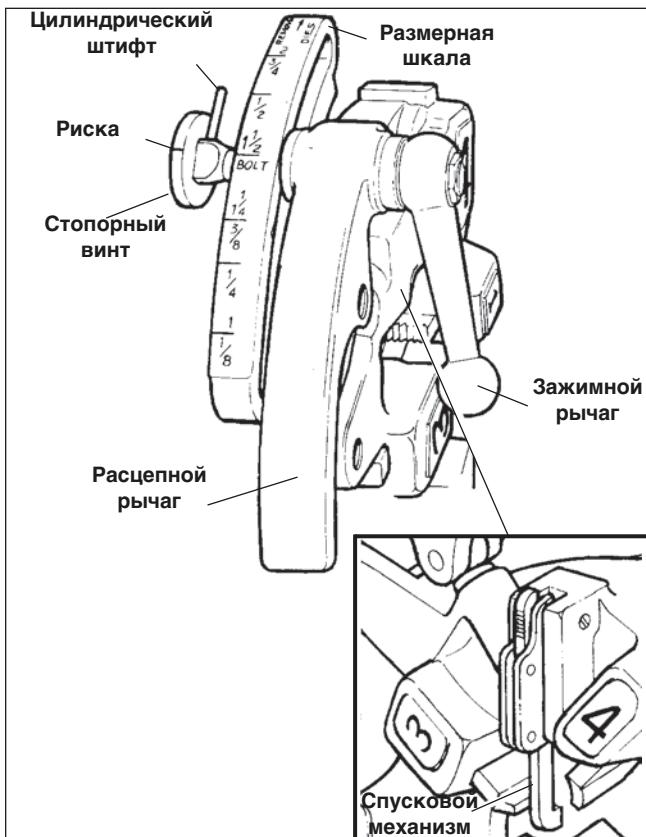

Рисунок 9 – Самооткрывающаяся головка № 711 и 911
- Самооткрывающаяся резьбонарезная головка (рисунок 9) – Когда конец головки прикасается к курку, расцепляющий рычаг открывается автоматически на конических резьбах.
Для резьбонарезных головок № 711 и 911 (рисунок 9) для правых резьб требуется три набора гребенок для нарезания резьбы на трубы в диапазоне 1/4 – 2 . Для каждого из следующих диапазонов размеров труб требуется один набор гребенок: (1/4"- 3/8"), (1/2" - 3/4"), и (1"- 2"). Для болтовых резьб требуется отдельный набор гребенок для каждого размера болтов.